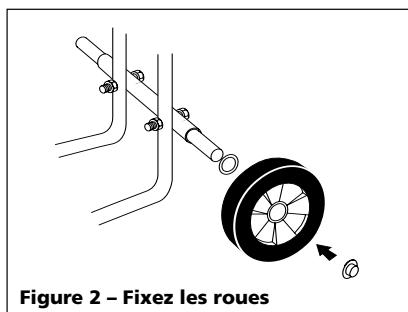

Figure 2 - Fixez les roues
3. Glissez une rondelle de 5/8 po de D.I. et la roue sur chaque extrémité de l'essieu. Utilisez le marteau et tapez un écrou pal dans chaque extrémité de l'essieu pour garder les roues en place (Voir la Figure 2).